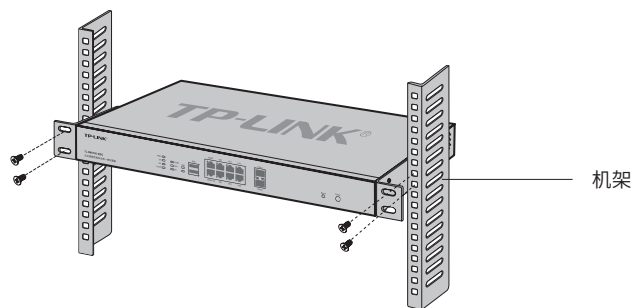

图2-2 机架安装示意图
4. 用螺钉将L型支架固定在机架两端固定的导槽上，确保设备稳定、水平地安装在机架上，如图2-2所示。